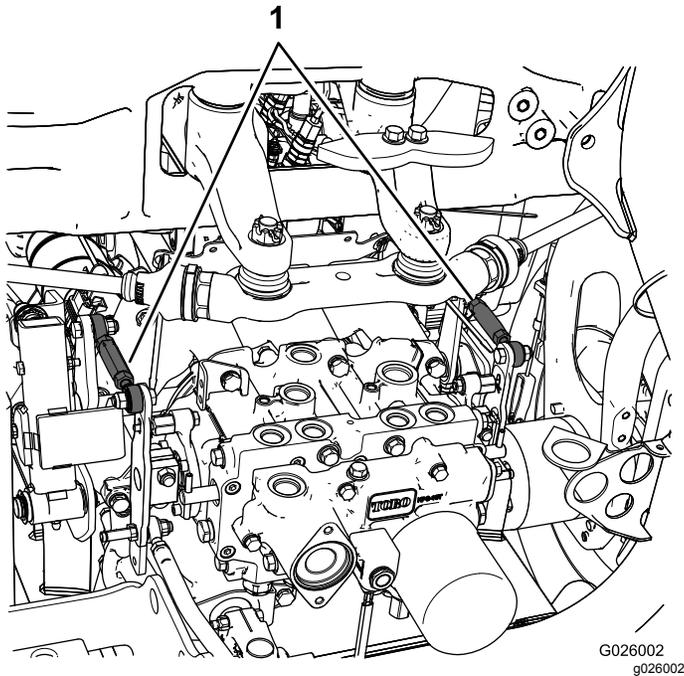

Рисунок 46
- Если вращается левое колесо, ослабьте контргайку на левой тяге управления трансмиссией (Рисунок 46).